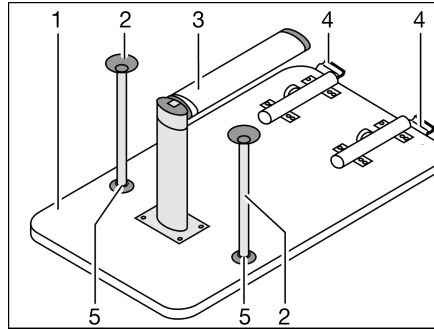

Fig. 93 Base de cama
- Levantar 45° aprox. el tablero de mesa (Fig. 93,1) por delante.
- Abatir la parte inferior de la pata de apoyo articulada (Fig. 93,3) 90°. Para ello, según el modelo, tirar la parte inferior de la pata de apoyo articulada hacia abajo o presionar el botón de desbloqueo.
- En el bloqueo (Fig. 93,4) pulsar el botón de desbloqueo.
- Según el modelo, encajar los dos pies de apoyo adicionales (Fig. 93,2) en los alojamientos (Fig. 93,5) en el lado inferior del tablero de la mesa.